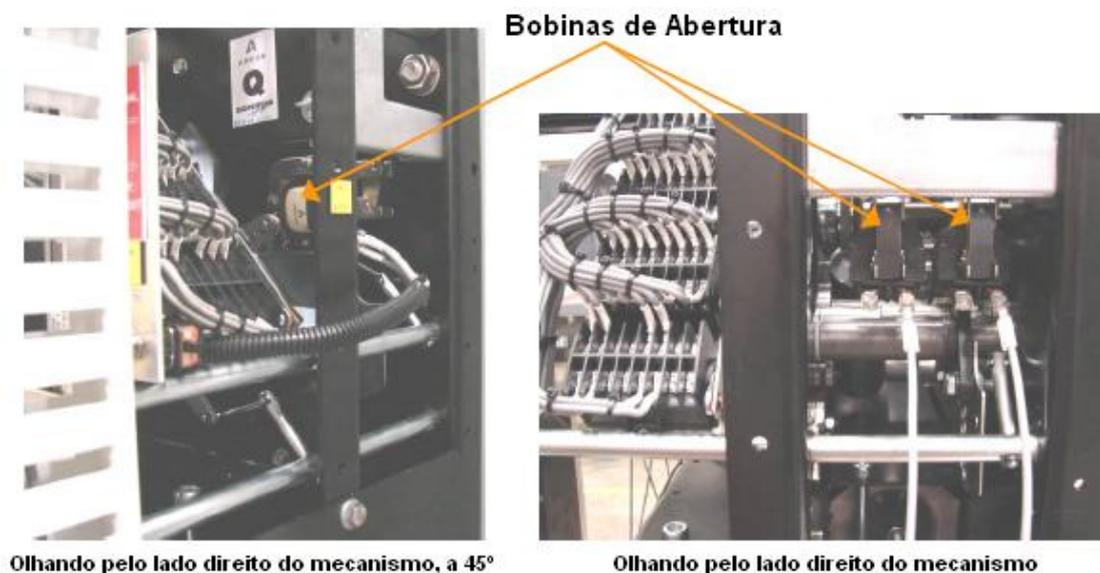

Figura 6: Localização das Bobinas de Abertura
2. Para substituir a(s) bobina(s) de abertura, olhar para dentro da traseira do mecanismo, pelo lado direito, como mostrado na Figura 6.